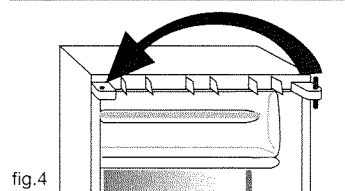

fig. 4
- 12- Déplacez l'axe de pivot supérieur dans le logement de gauche (fig. 4).